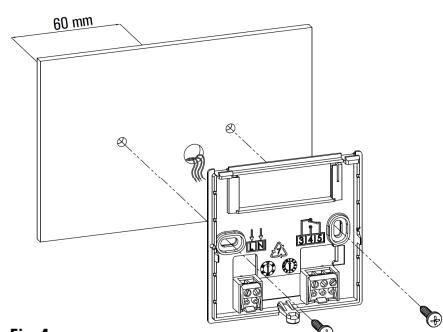

Fig. 4
- 3** Fixer la base directement sur le mur ou sur le boîtier de dérivation de 2 modules en introduisant deux vis dans les logements prévus à cet effet avec entraxe de 60 mm et en faisant attention à faire passer les câbles dans la fente selon les indications en Fig. 4.